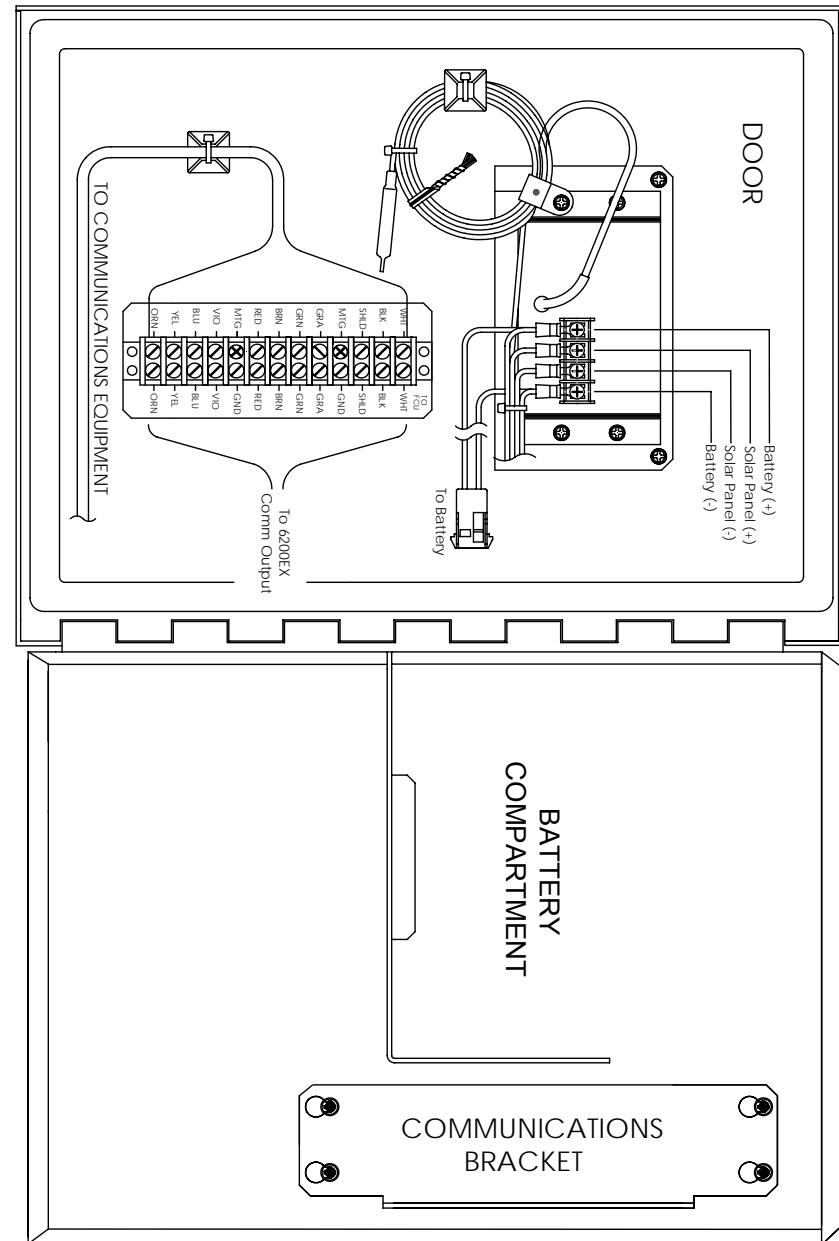

Abbildung 10 (Zubehörgerät Model 6270 OEU)
8. Das Stromkabel vom Sonnenkollektor wird an die Eingangsseite der Klemmenleiste angeschraubt (vgl. Abb. 10). Ziehen Sie einen der Blindstopfen aus dem OEU-Gehäuse heraus, und führen Sie den Kabelanschluss ein. Nehmen Sie die Mutter, den Dichtring und die Gummimuffe vom Kabelanschluss ab. Schieben Sie die Mutter, den Dichtring und die Muffe auf das Kabel, und führen Sie das Kabel durch das Gehäuse des Kabelsteckverbinders hindurch. Lassen Sie ausreichend Kabel in das Gerät hineinreichen, damit ein problemloser Anschluss an die Eingangsseite der Klemmenleiste (+/-) möglich ist.